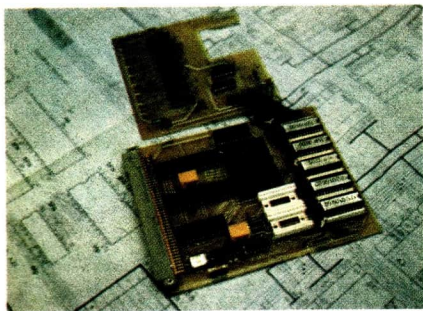

Abb. 77
**Verwendung.** Silicium dient als Grundmaterial für die Herstellung mikroelektronischer Bauelemente (Abb. 77).